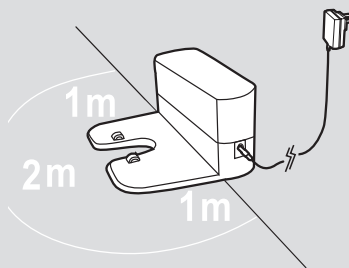

Fig. 2
Enchufe el adaptador de corriente y conéctelo a la base de carga. [Fig. 2]
3. No debería haber ningún objeto en el área cercana a la base de carga en 2m por delante y 1m. a cada lado. [Fig. 2]